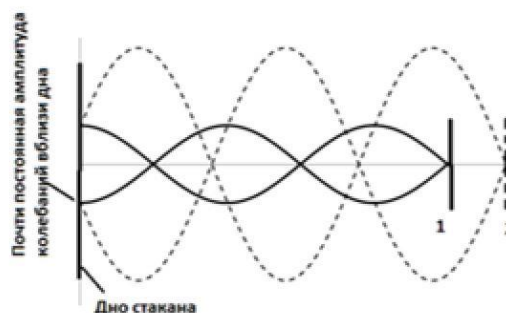

Рис. 3
*Амплитуда колебаний жидкости в ее объеме меньше, чем у дна стакана, мощность, расходуемая на вязкое трение в масле минимальна, а, следовательно, напряжение на контуре максимально, если число полувольт между дном стакана и отражателем будет полуцелым (Рис.3, положение отражателя 1).*
Наоборот, если между дном стакана и отражателем укладывается целое число полувольт (Рис.3, положение отражателя 2), амплитуда колебаний жидкости почти во всем объеме больше, чем у дна стакана, мощность, расходуемая на вязкое трение максимальна, а, следовательно, напряжение на контуре минимально. Таким образом, изменяя положение отражателя с помощью микрометрического винта 6, можно добиваться максимума или минимума напряжения на контуре. Расстояния между соседними положениями отражателя, при которых наблюдается максимум напряжения на контуре, равно половине длины упругой волны в масле.